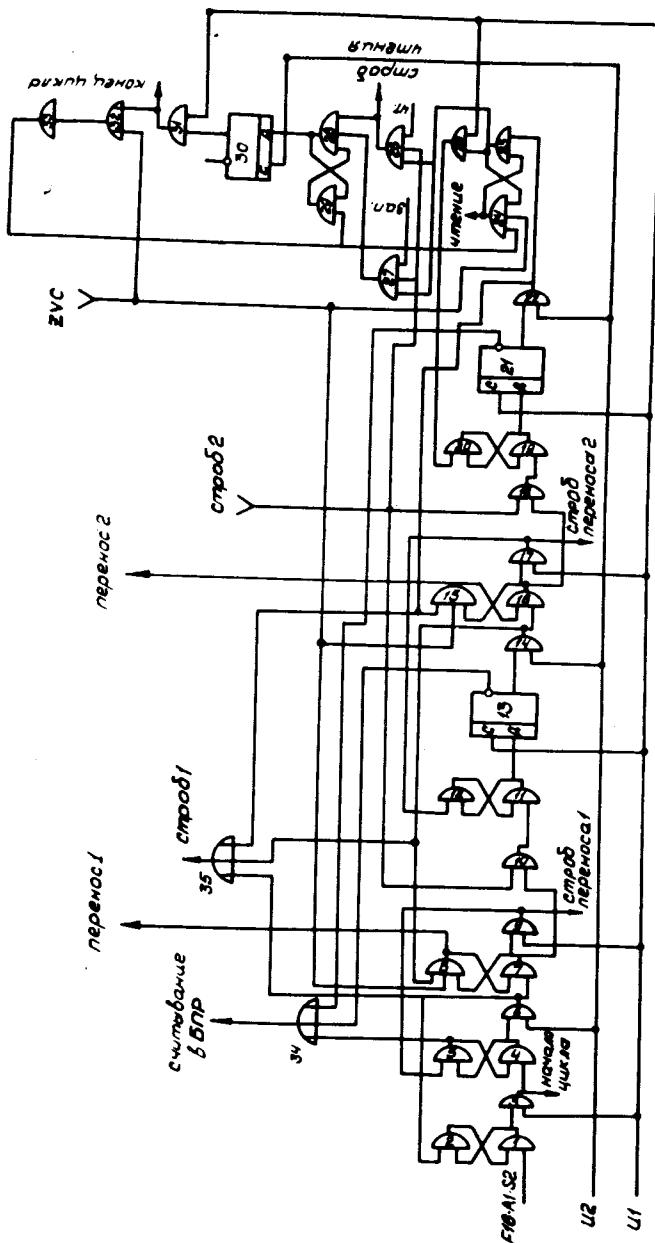

Рис. 2. Схема управления.
Функцией F(16) информация с шин записывается во входной регистр блока сопряжения /8-разрядные регистры 1-3/, этой же функцией производится запуск схемы управления /рис. 2/.
Перед началом передачи-приема информации подается команда ZVC, устанавливающая схему управления /рис.2/ в исходное состояние и сбрасывающая регистр запросов в О. Затем по F(16) 24-разрядное УСО записывается в 8-разрядные регистры 1-3, после чего происходит запуск схемы управления. В функции схемы управления входят: выработка сигналов управления вентилями для последовательной передачи байтов УСО, сигналов управления переносом содержимого регистров 2 и 3 в регистр 1, из которого происходит передача, формирование строба 1, сопровождающего передаваемую информацию, сигналов занесения информации от объекта в регистр 1 и сигнала конца цикла передачи-приема. В схему управления приходят сигналы от объекта /строб 2/, которые свидетельствуют о приеме байтов информации объектом и сопровождают информацию от объекта. Работа схемы управления тактируется сериями импульсов И1 и И2, сдвинутыми относительно друг друга на полпериода. Временная диаграмма работы схемы управления для чтения данных с объекта приведена на рис. 3.